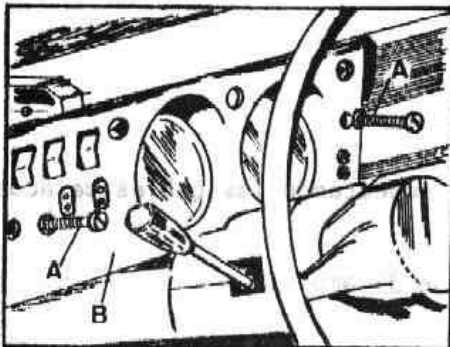

Fig. P-28 Tablero de instrumentos
- 1.2. Retirar los dos tornillos, A (Fig. P-28) de sujeción del panel de instrumentos, B, y separar éste del tablero.